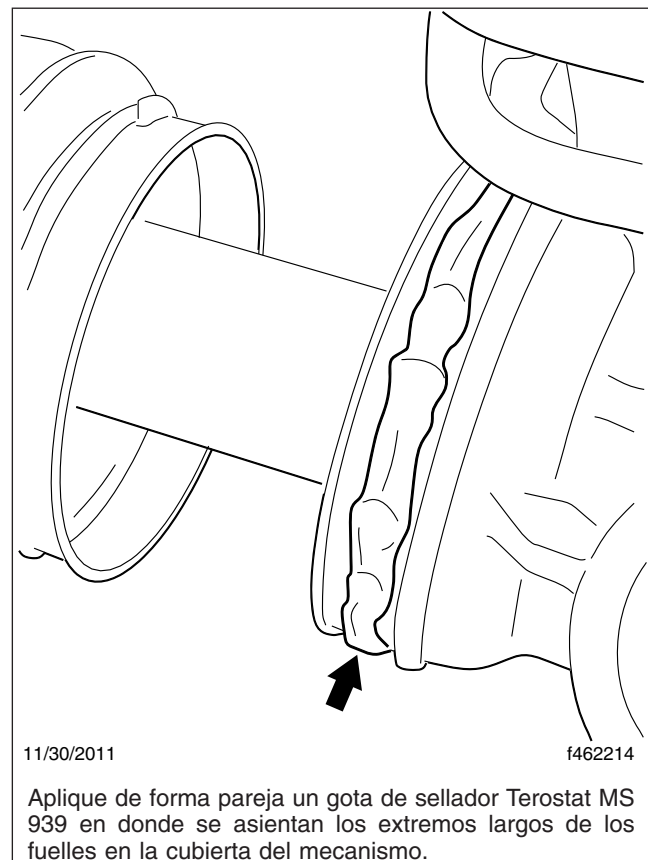

Figura 6, Aplicación del sellador Terostat MS 939
11. Coloque de forma pareja el sellador Terostat MS 939 en el diámetro externo de la funda de la cremallera donde se asientan los extremos largos del fuelle sobre la cubierta del mecanismo. Vea la Figura 6.